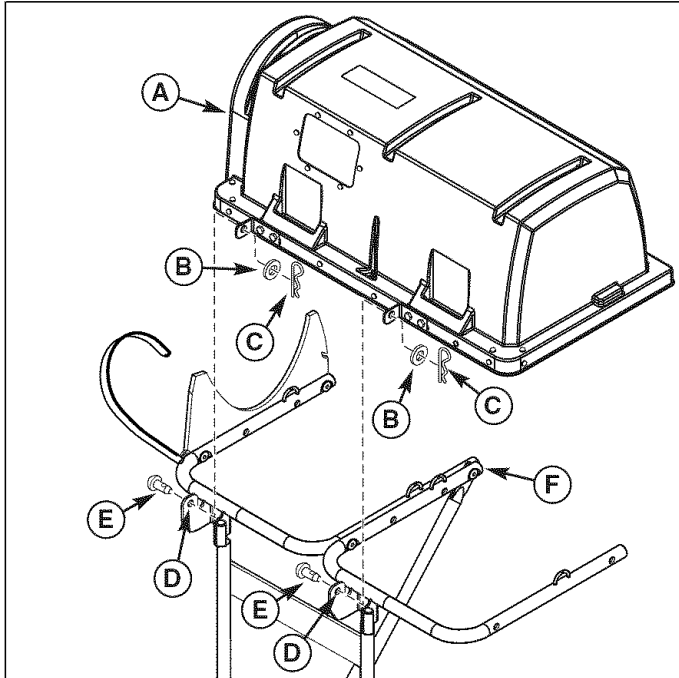

Figura 6. Instalación de Cubierta de la Tolva
1. Sujete la cubierta de la tolva (A, Figura 6) al soporte para saco (F) insertando las clavijas de seguridad (E) por los orificios del soporte para saco (D) y por la cubierta de la tolva (A). Sujételas con las arandelas (B) y las horquillas (C).